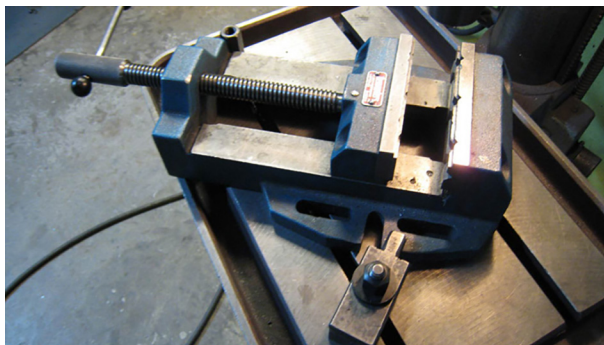

Figure 3 - Blocage de l'étau sur la table, exemple
- Ne pas démonter la butée de profondeur et la jauge de profondeur (3) de la machine.
- Veiller à ce que la pièce à usiner soit bien verrouillée sur la table, voir les exemples dans figure 3 et 4.